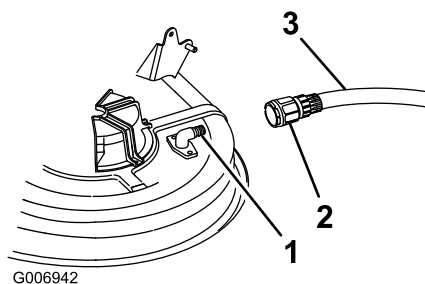

Figura 42
4. Montate il manicotto (non a corredo) al raccordo di lavaggio del tosaerba, quindi aprite il rubinetto per erogare un getto forte (Figura 42).